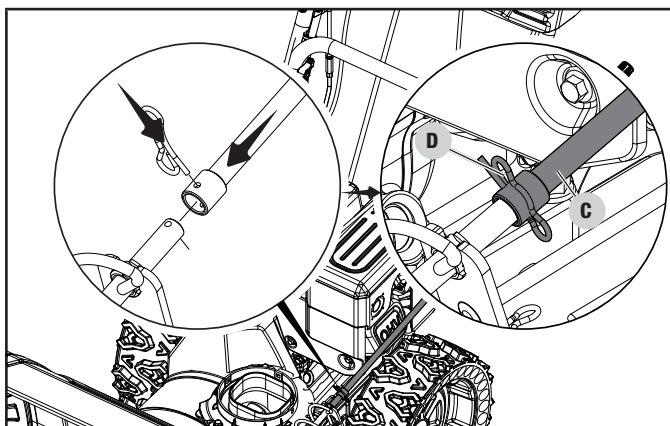

Figure 8B
2. Glissez le coupleur de la manivelle de la goulotte (C) sur l'arbre de l'engrenage à vis sans fin de la goulotte. Tournez la manivelle de la goulotte (C) jusqu'à ce que le trou de connexion soit aligné. Poussez la goupille R (D) à travers le trou de connexion (fig. 8B vue agrandie dans le cercle).